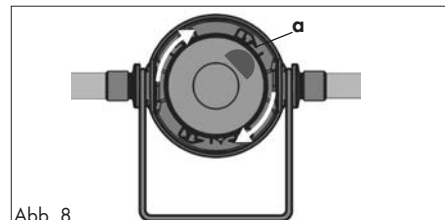

Abb. 8
2. Es gibt vier Einstellmöglichkeiten für den Bypass. Die werkseitige Bypass-Einstellung ist „2“. Der Bypass/Verschnitt kann durch Drehen der Kappe am Filterkopf eingestellt werden (siehe Abb. 8). Auf den Knopf „a“ drücken und die Kappe nach links oder rechts drehen bis die Markierung auf den gewünschten Wert zeigt und die Kappe einrastet.